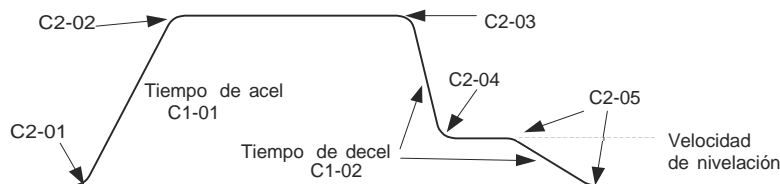

Fig 9 Ajustes de aceleración/deceleración y sacudidas (curva S)
Los tiempos de aceleración/deceleración se establecen en los parámetros C1-01/02, los ajustes de sacudidas (curva S) se establecen en los parámetros C2-⑥⑥, tal y como se muestra en la Fig 9.